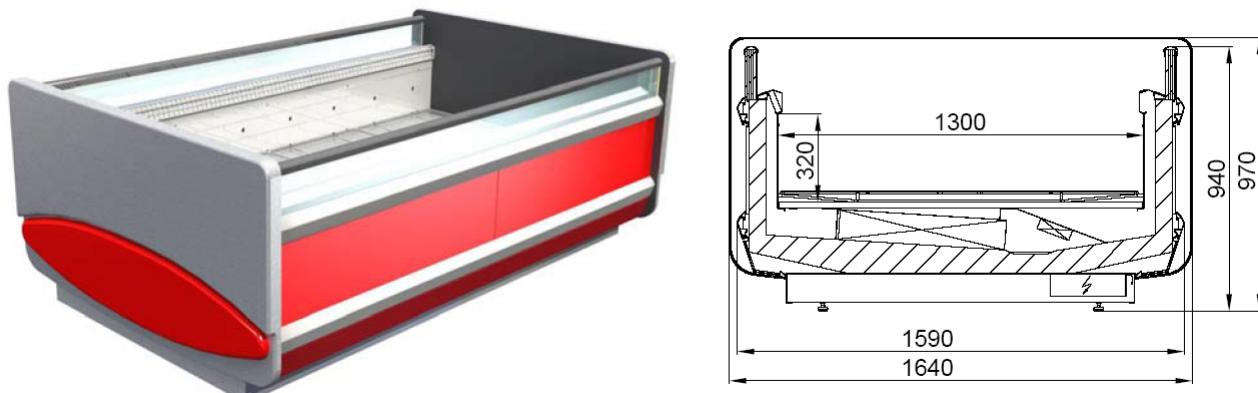

Рисунок 1. Витрина РУБИН
- «РУБИН» - бонета шириной 1640мм (глубина выкладки 1300мм) с обзорными стеклопакетами высотой 175мм, выполненная под выносную систему хладообеспечения, типоразмеров - 250, 375 (рисунок 1);